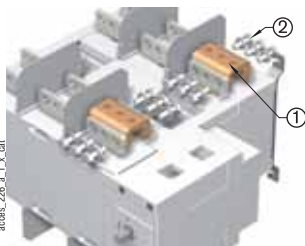
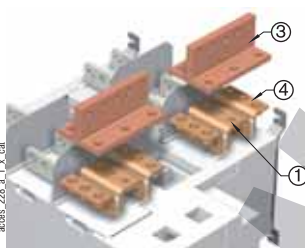

Рис. 1.
Рис. 2.
- соединение между двумя силовыми клеммами одного полюса для номинальных токов от 2000 до 3200А (рис.1 и рис.2), - верхнее или нижнее мостовое соединение (рис.3).
*Верхнее или нижнее плоское соединение- рис. 1.*
*Верхнее или нижнее угловое соединение- рис. 2.*